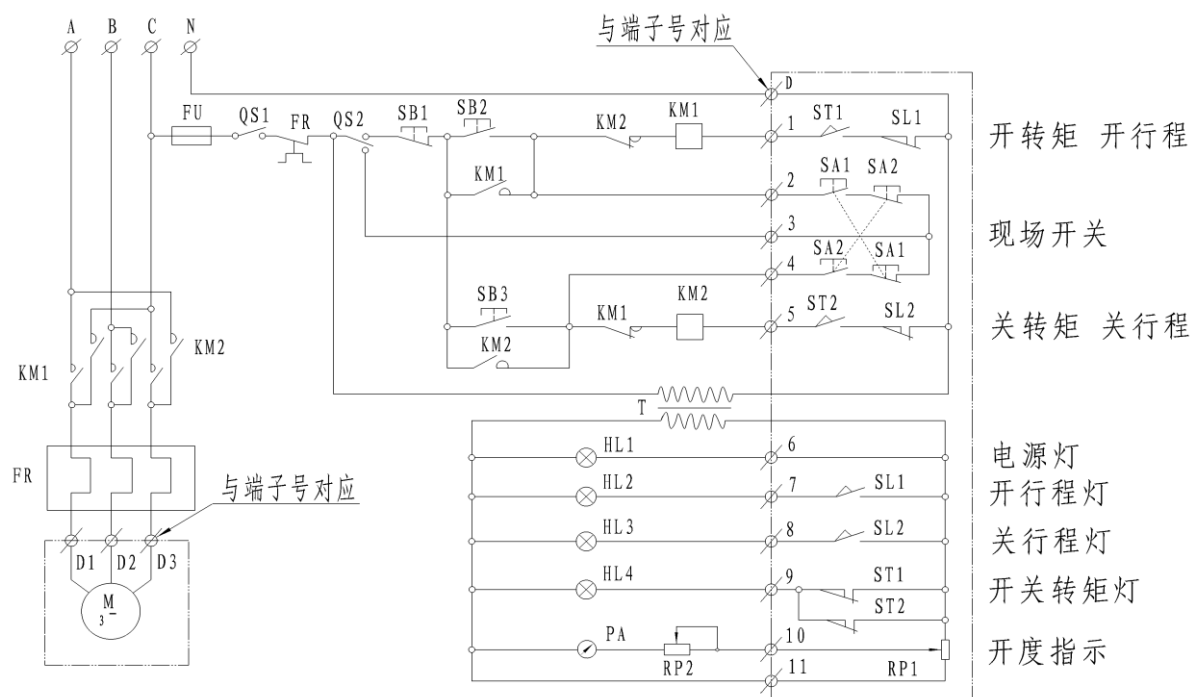

图3 电气原理图
1、本公司生产的 HZ、HQ、HKQ 系列阀门电动装置备有电气控制器，可用于单台电动阀门的现场或远程电动操作，当用户需要多台电动阀门集中时，本电动装置提供必要的电气信号，分别引到接线端子上，具体控制线路由用户自行选择。本书提供的电气原理图(图 3)为常规型原理图仅供用户参考，其它型式电气原理图另供。原理图上的数字符号表示接线端子的代号，图中点划线框内的元件在电动装置上，其余在控制器内，图示为阀门处于中间位置状态，转换开关 QS2 处于远程位置，运行时转矩控制开关 ST1、ST2 处于受压(常闭)状态，当电动装置超过预定的控制转矩值时，ST1、ST2 即可分别恢复原始(常开)状态。